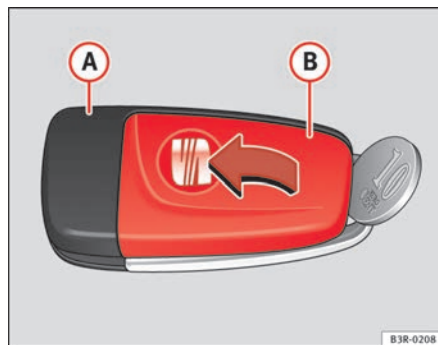

Fig. 69 Chiave principale:
- Separare **con cautela**, facendo leva con una moneta, la parte della chiave ⇒ fig. 69 **A** ed la copertura **B**.